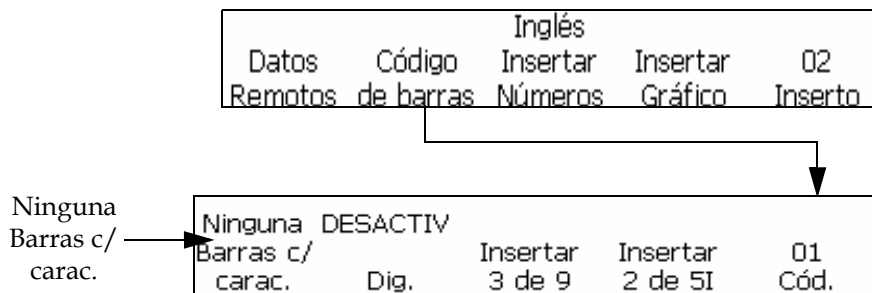

Figura 5-53: Marco <01 Código de>
- 1 Comience en el marco <01 Código de> (01 Edición > 02 Edición - Insertos > 01 Inserto > 02 Inserto - Código de barras > 01 Código de). Consulte la Figura 5-53.